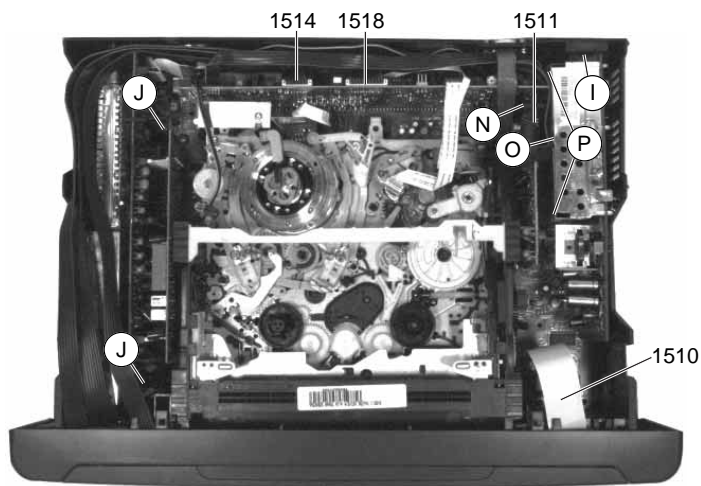
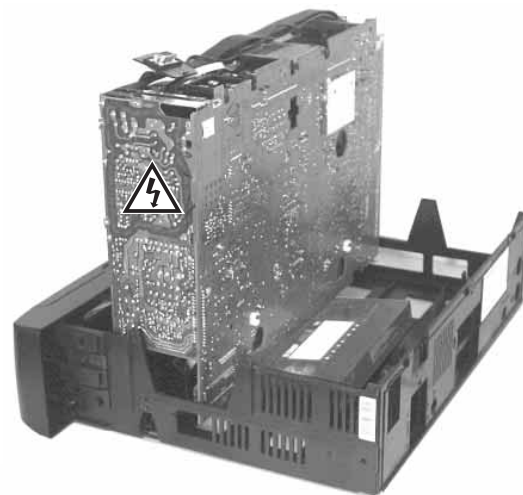

Fig. 7
Fig. 8
- Steckverbindungen 1510, 1511, 1514, 1518 zur Bedieneinheit (PDCGN...) lösen (Fig. 7).
- 2 Schrauben (J) und Schraube (N) herausdrehen (Fig. 7).
- Rastnase (I) (Fig. 7) lösen und Netzteil mit Chassisplatte vorsichtig etwas anheben.
Chassisplatte mit Laufwerk wie in Fig. 8 gezeigt im Gehäuserahmen aufstellen und mit einer handelsüblichen Cassette abstützen. Steckverbindungen 1510, 1511, 1514, 1518 der Bedieneinheit wieder kontaktieren (Fig. 7).
- Disconnect the plug-in connections 1510, 1511, 1514, 1518 to the Keyboard Unit (PDCGN...) (Fig. 7).
- Undo 2 screws (J) and screw (N) (Fig. 7).
- Disengage the locking lug (I) (Fig. 7) and lift the Power Supply Board together with the Family Board carefully by a small amount.
Place the Family Board with Drive Mechanism in vertical position on the cabinet frame as shown in Fig. 8 and support it using a commonly available cassette. Reconnect the plug-in connections 1510, 1511, 1514, 1518 to the Keyboard Unit (Fig. 7).
- Stege  $\textcircled{O}$  /  $\textcircled{P}$  (Fig. 7) durchtrennen.
Achten Sie nach der Reparatur darauf, daß der Abschirmdeckel des Netzteilbausteins angebracht und der mittlere Steg  $\textcircled{O}$  (Fig. 7) verlötet ist!
- S-VHS-Platte herausziehen (Fig. 7).
- Cut the bridges  $\textcircled{O}$  /  $\textcircled{P}$  (Fig. 7).
On completion of the repairs ensure that the shielding plate is refitted to the Power Supply Unit and that the bridge in the middle  $\textcircled{O}$  (Fig. 7) is resoldered!
- Pull out the S-VHS Board (Fig. 7).